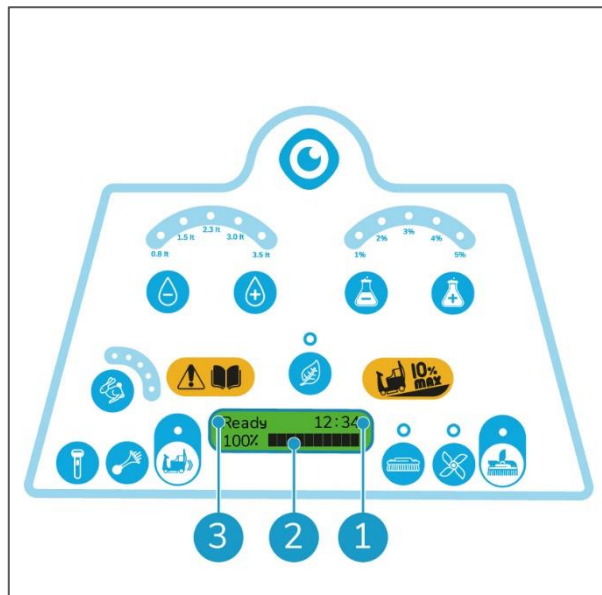

Figura 5
1. Indica il livello della batteria (Figura 5, pos 2).
2. Indica il tempo di funzionamento in ore e minuti (Figura 5, pos 1).
3. Indica i-drive "Pronto" (Figura 5, pos 3).